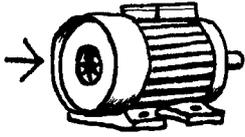

рис.4
9. Недостаточную крышку воздушной системы охлаждения электромотора можно изготовить из прочного картона, склеенного с помощью более податливого материала: бумаги, хлопчатобумажной или льняной ткани (рис.4).